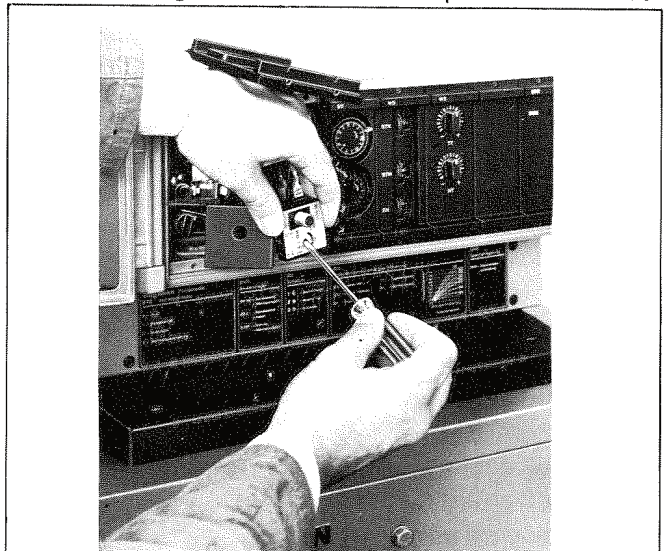

Abb. 1 Umstellen des Sicherheitstemperaturbegrenzers
5. Mit einem kleinen Schraubendreher die Schlitzschraube drehen, bis der Zeiger in dem kleinen Fenster auf „100“ zeigt (Abb. 1). Nach der Umstellung ist die Schlitzschraube mit Lack zu versiegeln.